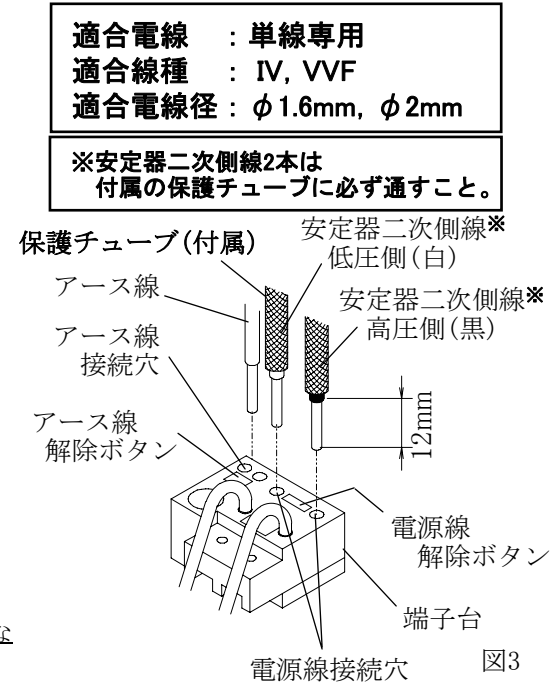

図3
全体図3
3. 電源線の接続 (図3)
7. 照射方向調整 (全体図3)
8. セード振り角度調整 (全体図3)